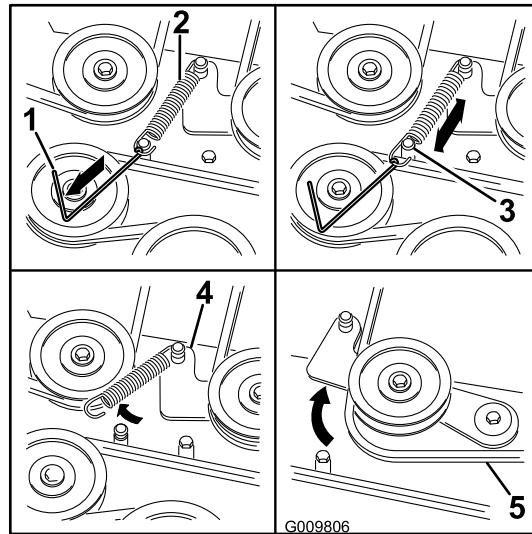

Figura 69
- Usando una herramienta para la retirada de muelles (Pieza Toro N° 92-5771), retire el muelle tensor del espárrago de la plataforma para eliminar la tensión de la polea tensora (Figura 69).
- Pase la correa nueva alrededor de las poleas del cortacésped y de la polea del embrague, debajo del motor (Figura 69).
- Usando una herramienta para la retirada de muelles (Pieza Toro N° 92-5771), instale el muelle tensor sobre el espárrago de la plataforma para tensar la polea tensora y la correa del cortacésped (Figura 69).